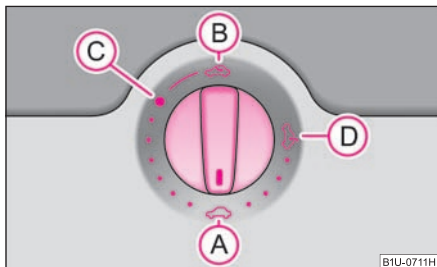

Fig. 37 Comutator rotativ pentru trapa/plafonul glisant electric
Trapa/plafonul glisant se poate deschide și închide când contactul este pus, de la comutatorul rotativ ⇒ fig. 37. Comutatorul rotativ are mai multe poziții.
- Rotiți comutatorul în poziția (C) ⇒ fig. 37.
- Rotiți comutatorul în poziția (A) ⇒ fig. 37.
Trapa/Plafonul glisant este prevăzut cu protecție la suprasolicitare. Când închiderea este blocată de un obstacol (de ex. gheața), trapa se oprește și se deschide complet. Puteți închide trapa/plafonul glisant fără activarea protecției la suprasolicitare apăsând comutatorul în poziția (A) ⇒ fig. 37 în față, până când trapa/plafonul glisant se închide complet ⇒ ⚠.
După fiecare acționare de urgență (cu cheia hexagonală) trapa trebuie adusă în poziția de bază. De aceea trebuie să rotiți comutatorul în poziția  ⇒ pagina 44, fig. 37 și să îl apăsați cca. 10 secunde. ■